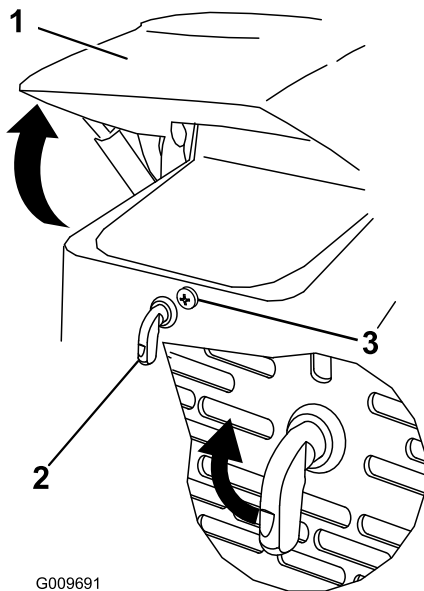

Figure 25
1. Desserrez la vis de verrouillage du capot (Figure 25).
2. Tournez le verrou du capot dans le sens horaire (Figure 25).
3. Soulevez le capot (Figure 25).
3. Serrez la vis de verrouillage du capot pour fixer le verrou (Figure 25).